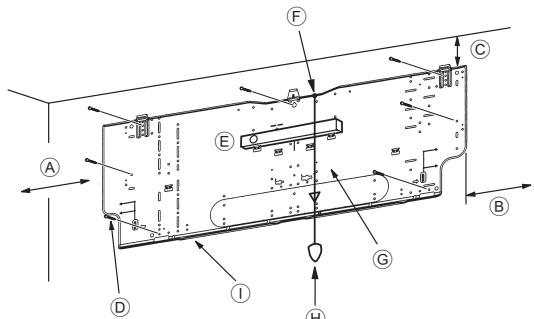
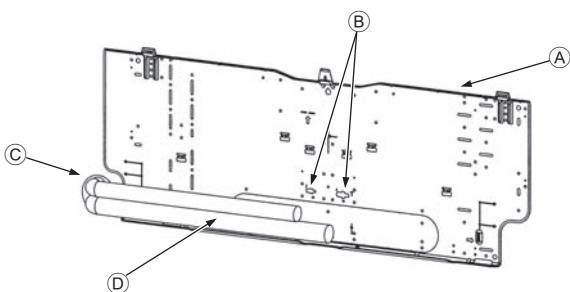

Fig. 3-4
Fig. 3-5
■ PKFY-P-VKM-E (Fig. 3-4)
- (A) Min. 90 mm (617,6 mm con pompa di drenaggio opzionale)
- (B) Min. 200 mm
- (C) Min. 70 mm (almeno 130 mm con tubazione sinistra, posteriore sinistra o posteriore inferiore sinistra e pompa di drenaggio opzionale)
- (D) Viti di fissaggio (4 x 25) ②
- (E) Livella
- (F) Far passare una corda attraverso il foro.
- (G) Collocare la livella contro la linea di riferimento orizzontale della piastra di montaggio e montarla in piano. Appendere un piombo alla corda e allinearla con il segno ▽ EPK della piastra di montaggio, in modo da eseguire la messa in piano.
- (H) Piombo
- (I) Piastra di montaggio ①
3.3. Inserimento dei tubi nella parete (Fig. 3-5)
- (A) Piastra di montaggio ①